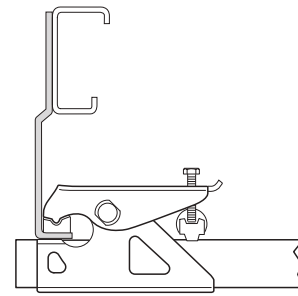
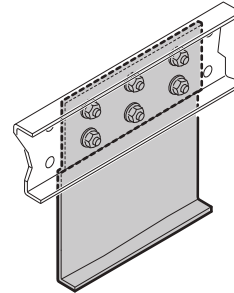

Abb. 8
Abb. 9
- Montageplatten zum Höhenausgleich für Standard-Chassis mit L- oder U-Profil und / oder zum Überbrücken von Verstrebungen mit Standard-Befestigungssystem (Abb. 8) (Abb. 9).